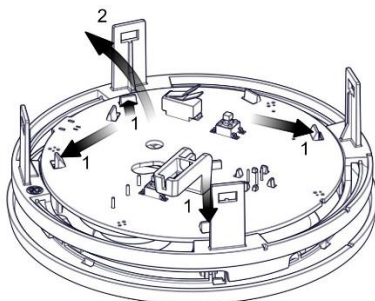

Figura 15
4. Desconecte la placa del panel principal de las lengüetas de sujeción (ver la Figura 15).